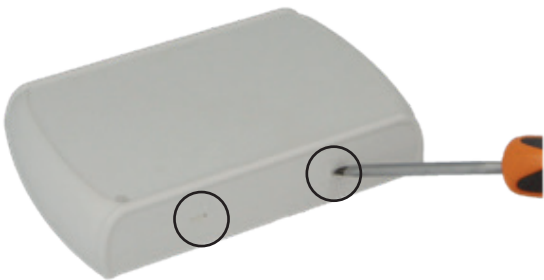

Fig. 4.2 — apertura del contenitore:
- Aprire il coperchio (vedere fig. 4.2) e rimuovere le viti di fissaggio che tengono in posizione la scheda;